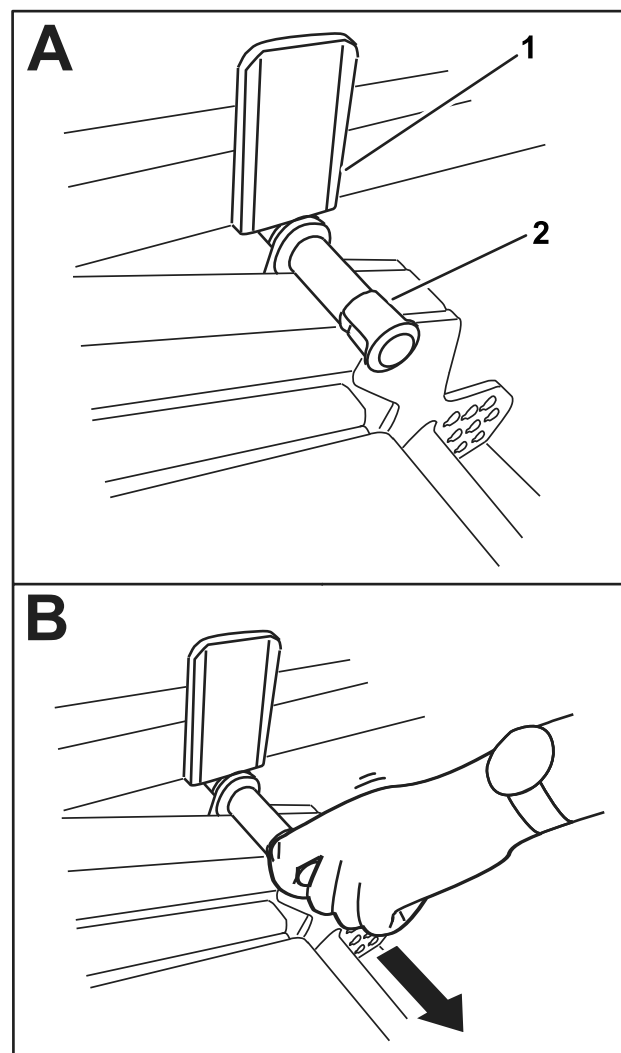

Figura 39
3. Presione hacia abajo con el pie sobre la unidad de corte, luego tire hacia fuera del pasador (B en la Figura 39) para dejar que la unidad de corte se asiente en la posición de TRANSPORTE.
2. Gire la unidad de corte lentamente hacia abajo hasta que el pasador entre en contacto con la placa del brazo de elevación (A en la Figura 39).